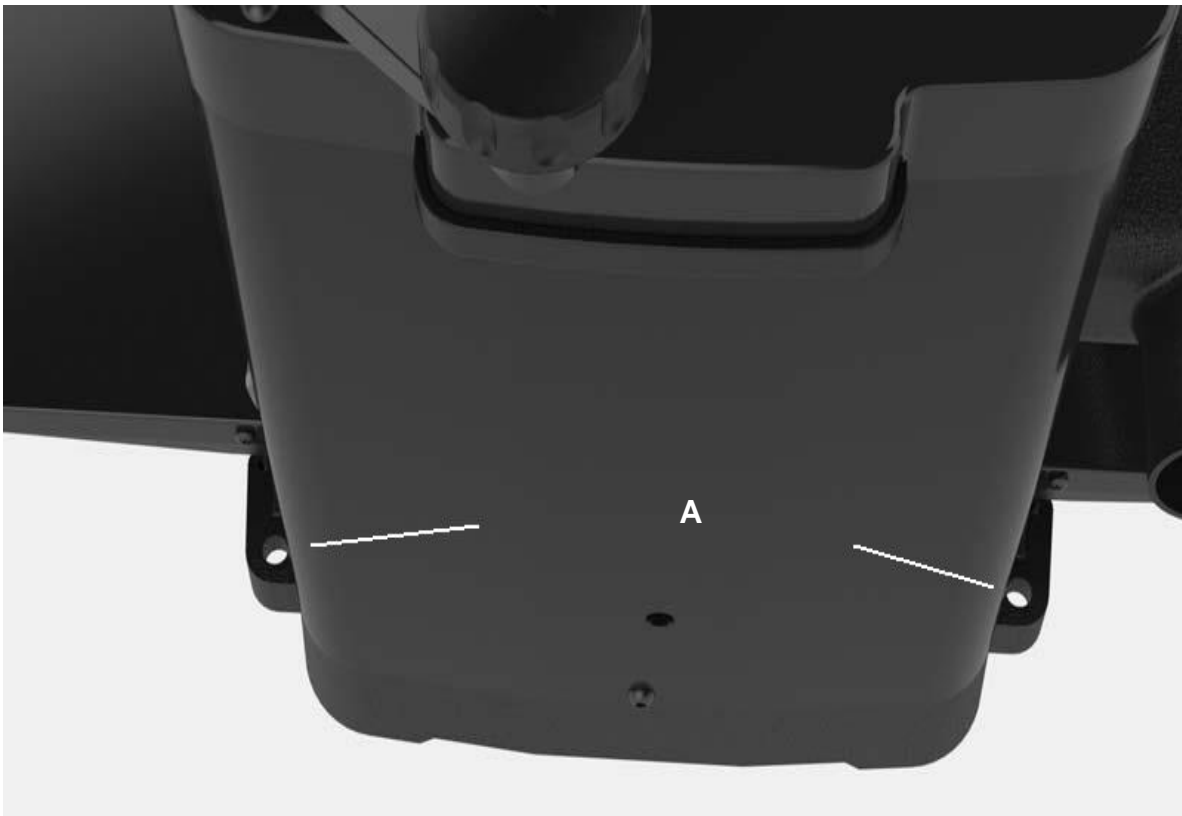

FIG 3
En cours d'utilisation, si la machine a tendance à basculer, à glisser ou à bouger, elle DOIT être fixée sur un support tel qu'un établi ou une table. Quatre trous sont prévus (2 sont illustrés en (A)) pour fixer solidement la raboteuse. La surface sur laquelle vous placez la raboteuse doit être parfaitement plane. VOIR FIG 3.